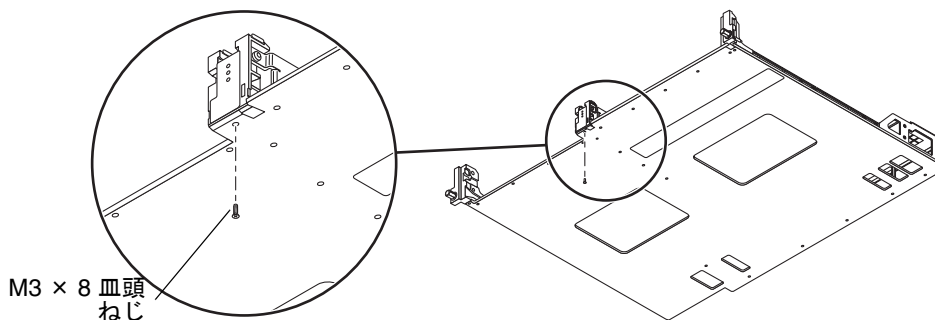

図 10-4 T レールガイドを取り外したあとのセンターガイド留め具の固定
4. FRU パッケージにある M3×8 皿頭ねじの 1 本を使用して、センターガイド留め具を新しいキャリアプレートに固定します (図 10-4)。